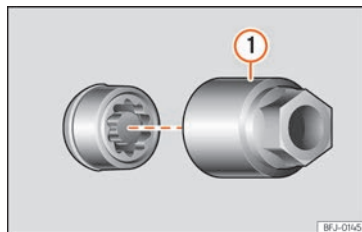

Abb. 34 Diebstahlhemmende Radschraube mit Abdeckkappe und Adapter
- Schieben Sie den Spezialadapter »» Abb. 34 ① (Bordwerkzeug »» Seite 45) bis zum Anschlag in die diebstahlhemmende Radschraube.